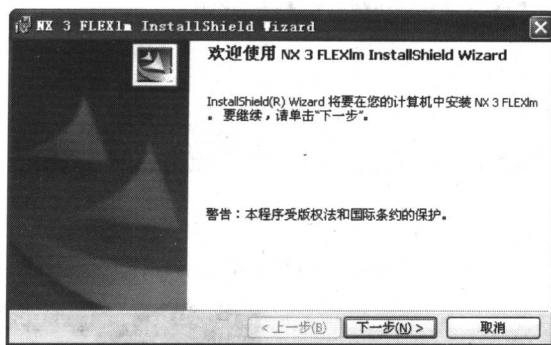

图 1-4 安装步骤 (2)
(6) 若检测无错误，则可进入服务程序正常安装提示，如图 1-4 所示。